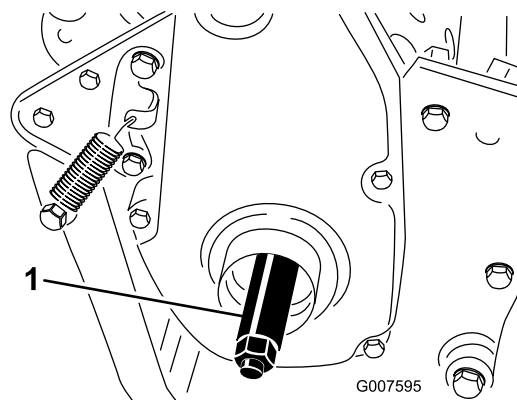

Bild 8
- Drehen Sie die rechte Radachse in die Antriebsscheibe rechts an der Maschine (Bild 8).